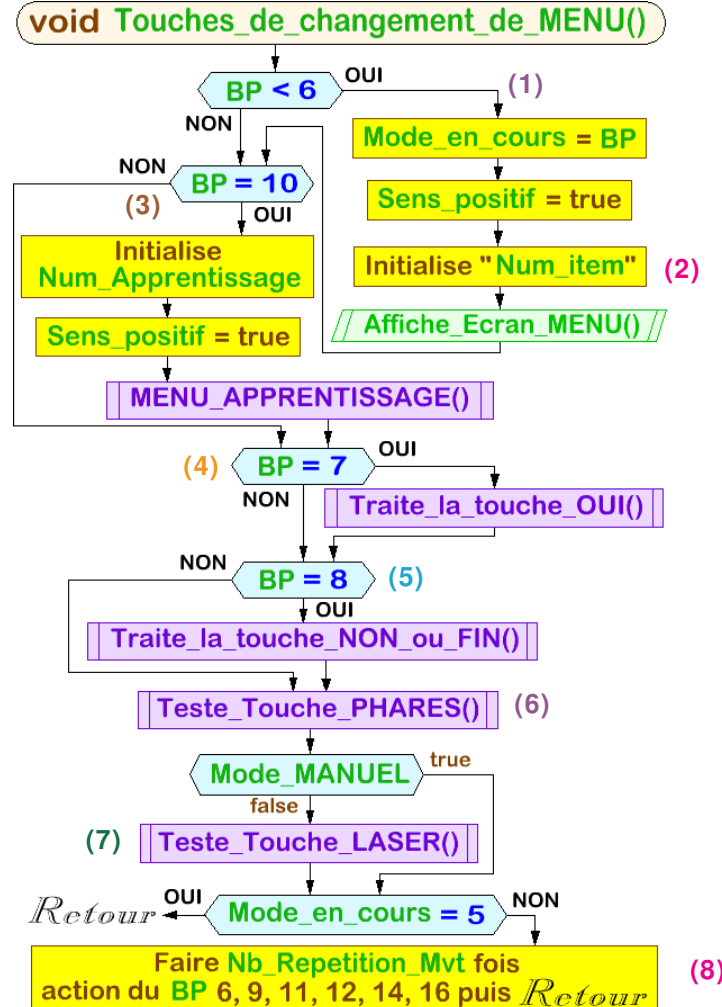

Fig.2
Montré sur la Fig.2 les touches dédiées à l'activation des divers menus ont une action permanente et ne sont pas fonction du menu ouvert. En (1) on teste toutes les touches de MENU sauf **S10**. L'action en (2) a pour effet d'ouvrir la page désirée dans la liste des